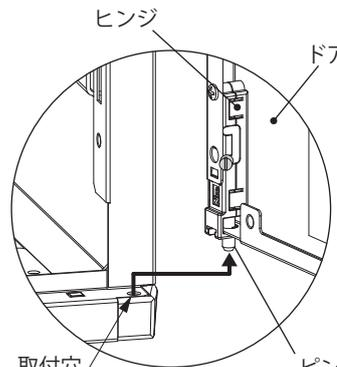

図 8 下部
2. ドア全体を斜め上に持ち上げ、ドアを取り外してください。(図 8)